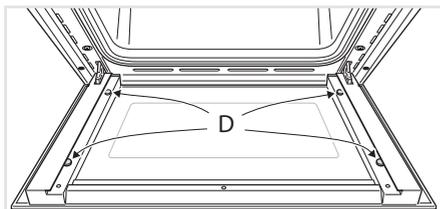

Fig. 6.6a
- Verificare che i 4 distanziatori **D** siano nella loro posizione (fig. 6.6a).